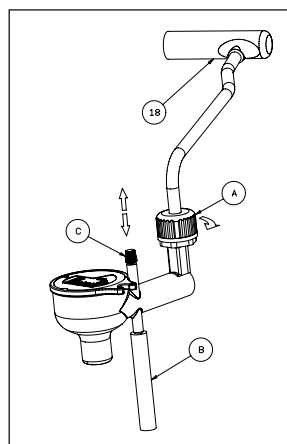

FIG 2
- inserire il tubo di aspirazione (25) (B) nel recipiente contenente il latte, posto a fianco della macchina;
- porre la tazza con il caffè preparato precedentemente sotto il beccuccio del Cappuccino Automatic, ed aprire il volantino del rubinetto vapore (4) in senso antiorario; inizia così l'erogazione di latte emulsionato, caldo e ricco di schiuma.
- Per interrompere l'erogazione, chiudere il volantino rubinetto vapore (4) in senso orario.
È possibile regolare la schiuma del latte agendo sullo spinotto (C) (fig. 2), del Cappuccino Automatic per avere la consistenza della